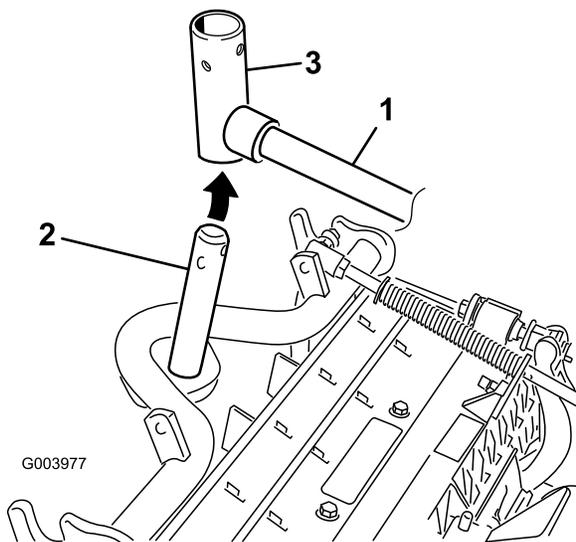

Bild 8
8. Vorderen Mähwerke: Schieben Sie ein Mähwerk unter den Hubarm und schieben Sie gleichzeitig den Trägerrahmenschaft in das Gelenkjoch des Hubarms (Bild 8).
- B. Setzen Sie das Hubarmjoch in den Trägerrahmenschaft ein (Bild 8).